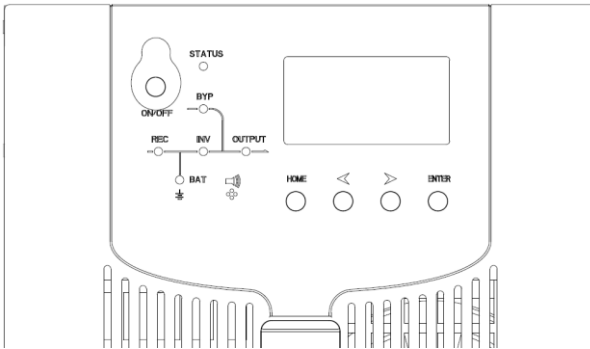

Fig.5 Panel de la pantalla
- 1) Es necesario que los usuarios elijan dos cables de comunicación estándar de 15 pines cuya longitud es apropiada y menos de 3 m. se muestra en la fig. 5:
Fig.5 conexión cables de comunicación